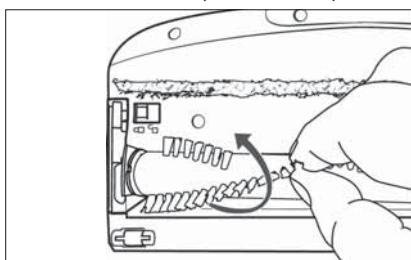

Abb. 30
- 3) Ziehen Sie die Bürstenrolle ②1 an den Borsten aus der Bodenbürste ②2 heraus. Drehen Sie die Bürstenrolle ②1 dabei etwas, um sie leichter entnehmen zu können (siehe Abb. 30).